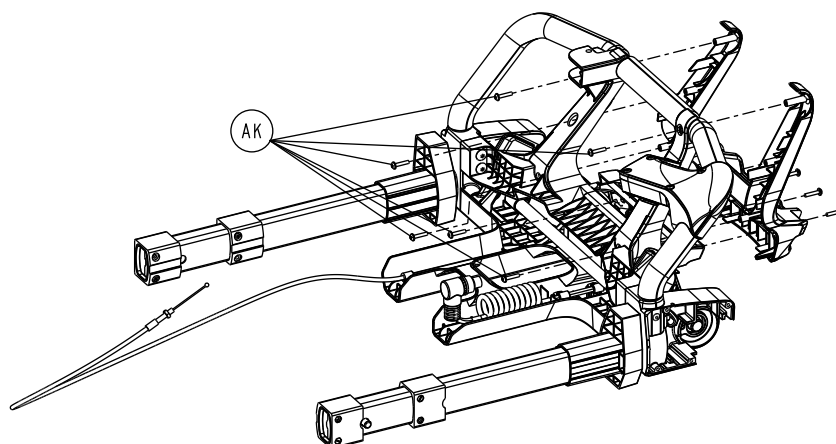

Figure 26 –
18. À l'aide d'une clé Torx T20, retirer les six vis de taraudage à tête ronde à embase (AK) de l'arrière du boîtier du côté pieds (Figure 26). Conserver les vis.